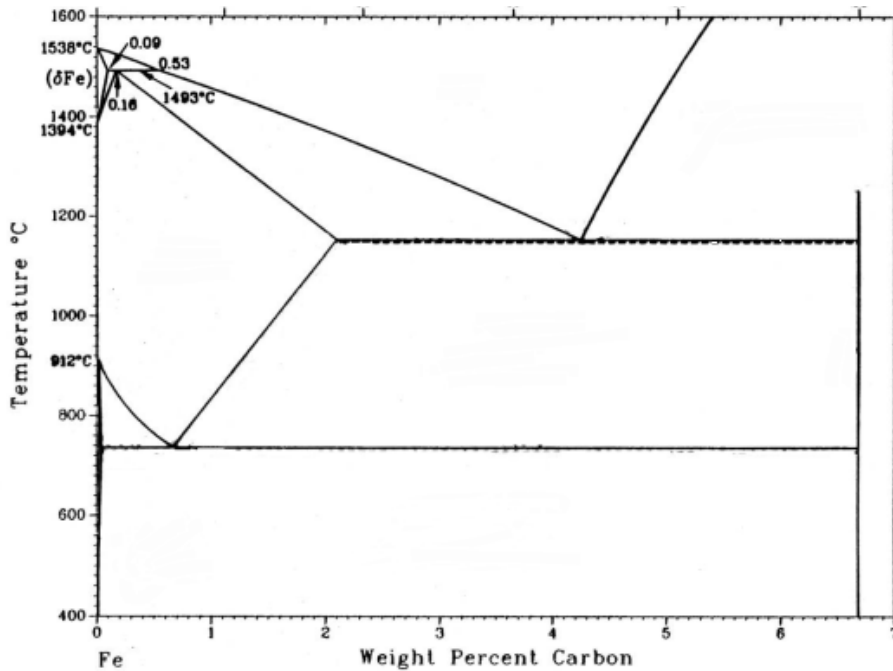

Fig. 8 : Diagramme de phase Fe-Fe₃C.
b) - Vous voulez austénitiser un acier au carbone, qui contient 0.6%C sans aucun autre élément d'alliage. Dans quelle gamme de températures allez-vous chauffer cet acier et pourquoi ? Vous pouvez vous aider du diagramme de phase Fe-Fe₃C donné en Fig. 8 ci-dessus.